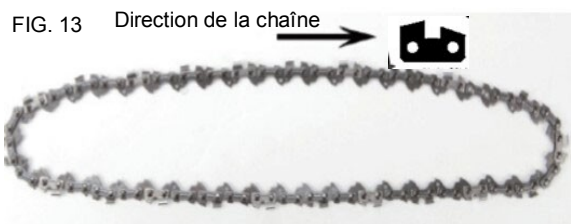

FIG. 13    Direction de la chaîne
6. Étalez la nouvelle chaîne dans une boucle et redressez-la. Les gouges doivent faire face au sens de rotation de la chaîne. Si elles sont vers l'arrière, retournez la boucle. (Fig. 13)